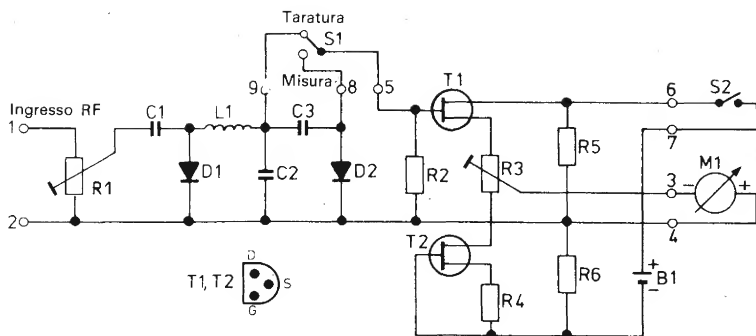

Fig. 7.4. Schema del misuratore della percentuale di modulazione.
Ora che abbiamo chiarito il significato di percentuale di modulazione (il rapporto tra l'ampiezza del segnale BF e quella del segnale RF), è facile capire anche il principio di funzionamento del misuratore della profondità di modulazione riportato in Fig. 7.4. Da R1 si preleva una parte della tensione a radiofrequenza e questa attraverso C1 raggiunge il diodo D1. La tensione raddrizzata viene livellata con L1 e C2 e giunge ad un contatto del deviatore S1, attraverso il quale giunge all'amplificatore di misura costituito da T1 e T2. L'indice del microamperometro devia proporzionalmente all'ampiezza della tensione RF applicata in ingresso. Le variazioni d'ampiezza della portante modulata giungono attraverso C3 al diodo D2, che raddrizza il segnale di modulazione. Quando si commuta S1, si può misurare con lo strumento l'ampiezza del segnale di bassa frequenza. Calcolando il rapporto
**Elenco dei componenti di Fig. 7.4:**